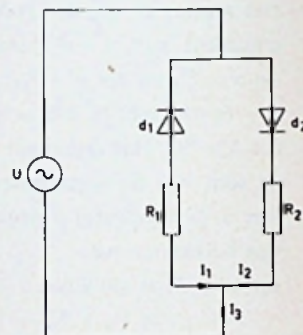

Fig. 7
① In fig. 7 mogen de dioden d_1 en d_2 als ideaal worden beschouwd, dat wil zeggen in doorlaatrichting staat er geen spanning over en in sperrichting loopt er geen stroom door. De aangegeven spanningsbron levert een sinusvormige wisselspanning met een effectieve waarde van U volt.